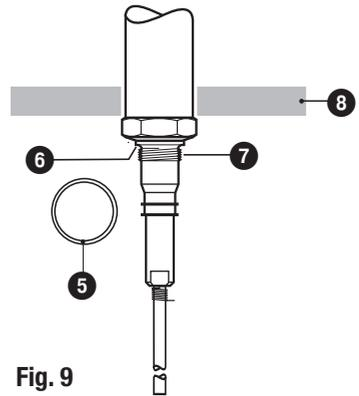

Fig. 9
7. Poser le joint fourni ⑤ sur le siège ⑥ de l'électrode. **Fig. 9**
8. Enduire le filetage de l'électrode ⑦ d'un peu de graisse silicone résistant aux températures élevées (par. ex. WINIX® 2150).